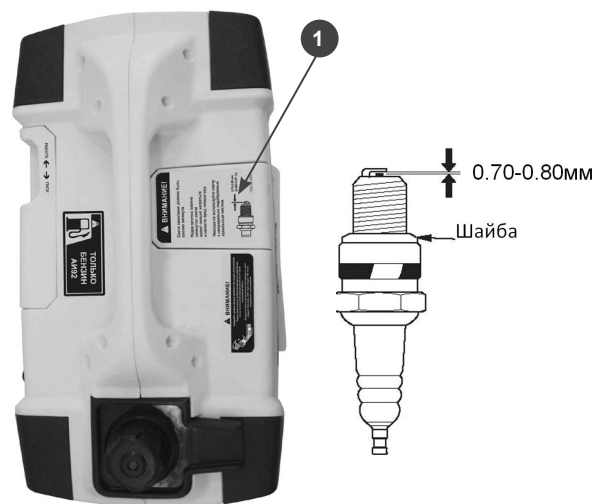

Рис.12
1. Откройте крышку отсека свечи(1) Рис.12